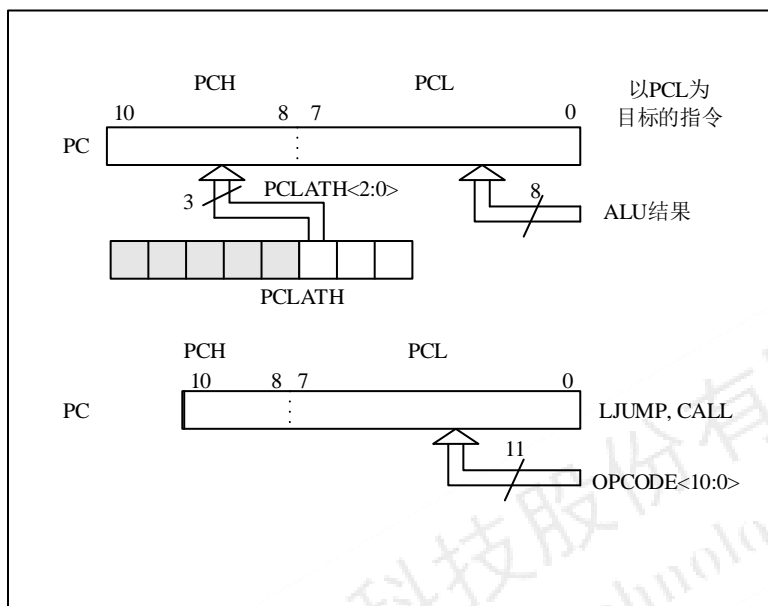

图 2-3: 在不同情况下装载 PC
程序计数器 (PC) 为 11 位宽。其低 8 位来自可读写的 PCL 寄存器，高 3 位 (PC<10:8>) 来自 PCLATH，不能直接读写。只要发生复位，PC 就将被清零。图 2-3 显示了装载 PC 值的两种情形。图 2-3 上方的例子说明在写 PCL (PCLATH<2:0>→PCH) 时是如何装载 PC 的。
YS274 器件具有 8 级深 x11 位宽的硬件堆栈 (见图 2-2 和图 2-3)。堆栈空间既不占用程序存储区空间，也不占用数据存储区空间，而且堆栈指针是不可读写的。当执行 CALL 指令或当中断导致程序跳转时，值 PC 将被压入 (PUSH) 堆栈。而在执行 RET、RTIW 或 RTFI 指令时，堆栈中的断点地址将从堆栈中弹出 (POP) 到 PC 中。PCLATH 不受 PUSH 或 POP 操作的影响。